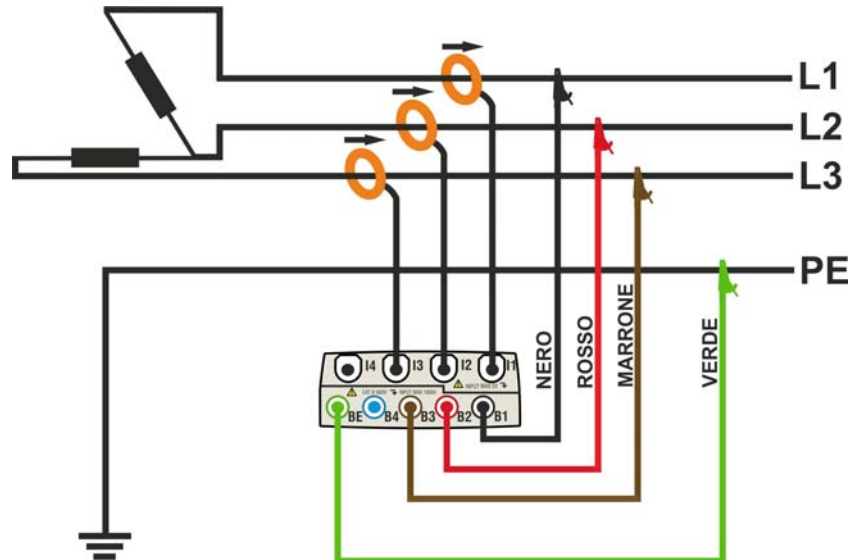

Fig. 126: Collegamento dello strumento in un sistema Trifase 3-fili 3F DA
2. Collegare i cavi di misura della tensione sui conduttori di Fase L1, L2, L3 e PE rispettando i colori come mostrato in Fig. 126. **Verificare a display l' indicazione "123" relativa al corretto senso ciclico delle fasi** (vedere il § 5.2.1) ed effettuare le opportune correzioni fino al raggiungimento di tale situazione.
3. Collegare le pinze di corrente sui conduttori di Fase L1, L2, L3 come mostrato nella Fig. 126 **rispettando il verso della freccia** presente sulla pinze stesse che indica la direzione convenzionale della corrente da generatore a carico. **Verificare sempre, (selezionando preliminarmente il sistema 3-fili) nelle videate della sezione Visualizzazione Misure, che le Potenze Attive P1, P2, P3 siano sempre positive e che i fattori di potenza Pf1, Pf2, Pf3 siano corrispondenti ad un carico, normalmente induttivo**, prima di attivare una registrazione. In caso di valori negativi della potenze attive ruotare la pinza di 180° sui conduttori interessati.